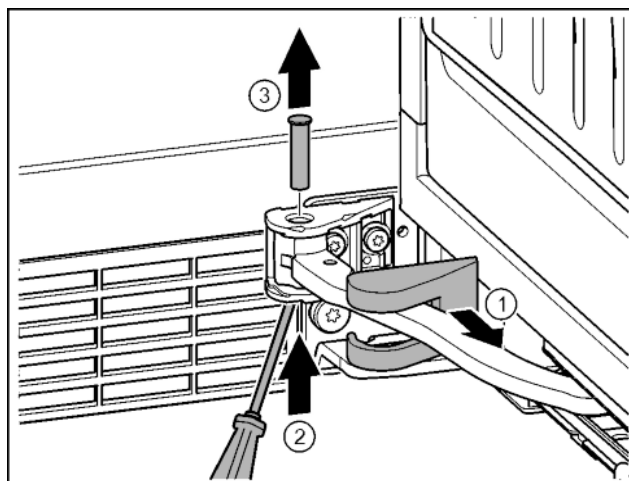

Fig. 14
- ▶ Afdekking van de lagerbus eraf trekken en langs het scharnier verschuiven. Fig. 14 (1)
- ▶ Bout met de vinger of schroevendraaier vanaf de onderkant optillen. Fig. 14 (2)
- ▶ De schroevendraaier onder de kop van de bout aanbrengen en eruit trekken. Fig. 14 (3)